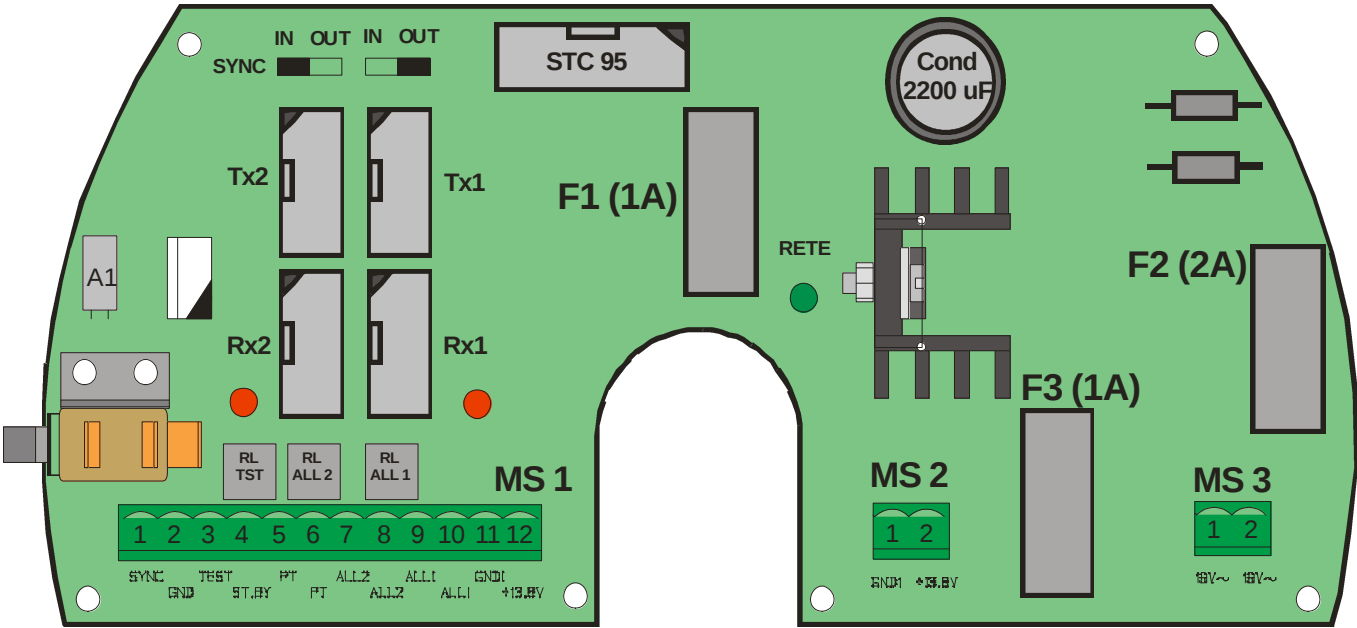

Fig. 2
- Connettere i fili di alimentazione alternata (19 Vac) ai morsetti 1 e 2 di MS3 del circuito ALIMENTATORE (fig.2).
- Verificare che il modulo RF TX sia collegato al connettore TX1 del circuito ALIMENTATORE (fig. 2).
3.1.1 - Inserire il connettore dell'STC 95 sul connettore STC 95 del circuito ALIMENTATORE (fig. 2) e procedere come segue :
- Connettere i fili di alimentazione alternata (19 Vac) ai morsetti 1 e 2 di MS3 del circuito ALIMENTATORE (Fig.2)
- Verificare che si accenda il led verde di presenza rete posto sul circuito ALIMENTATORE (fig.2).
- Verificare che il modulo RF RX sia collegato al connettore RX1 del circuito ALIMENTATORE (fig.2).
3.2.1 - Inserire il connettore del STC 95 nel connettore di misura STC 95 del circuito ALIMENTATORE (Fig. 2) e procedere come segue: